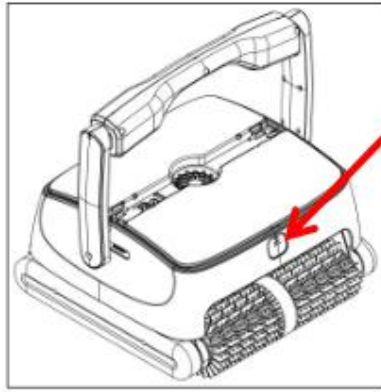
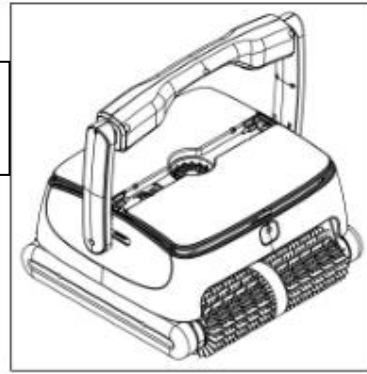
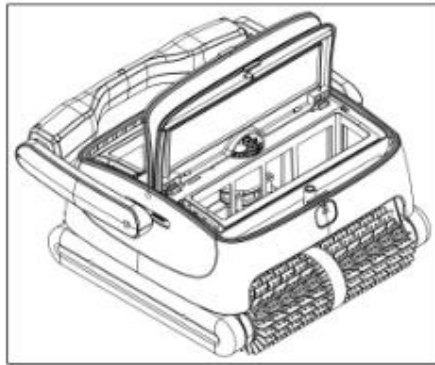
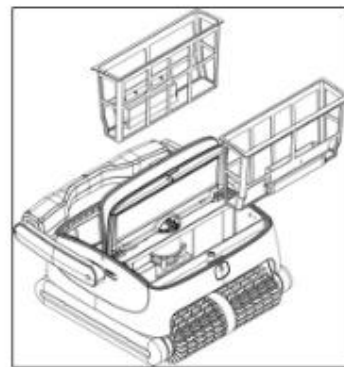

Figura 4-1
Figura 4-2
Figura 4-3
Figura 4-4
4.2.1 Saque la caja de filtro: poner la caja de filtro al lado de la orilla, presionar en la posición indicada en la figura (Figura 4-1), se levanta automáticamente la cubierta (Figura 4-2), abrir la cubierta (Figura 4-3), sacar la caja de filtro del equipo. (Figura 4-4).